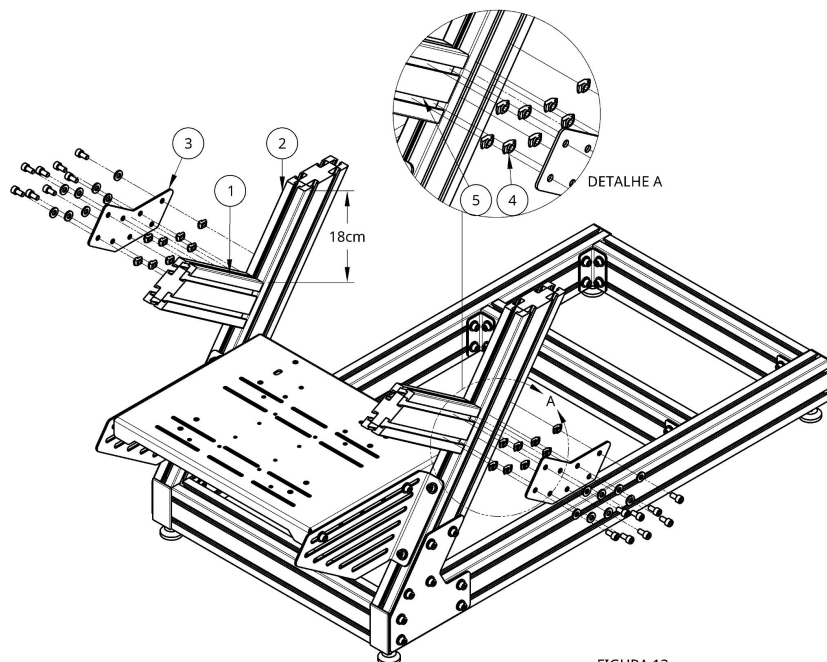

FIGURA 13
Primeiro, monte os perfis de alumínio 45X90X25cm (1) nos perfis inclinados (2) e prenda-os com a conexão inclinada 145° (3), de acordo com a Figura 13.